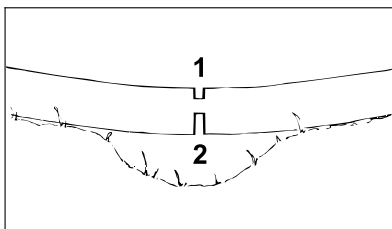
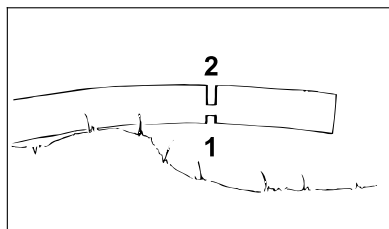

Рис. 10
Рис. 11
Обязательно соблюдать правильную последовательность резов (сначала сторона сжатия (рис. 10 и рис. 11 поз. 1), затем сторона растяжения (рис. 10 и рис. 11 поз. 2)), иначе режущую гарнитуру может заклинить или она отскочит назад: опасность получения травмы!
- Сделать компенсационный подпил со стороны действия сил сжатия(рис.10 и рис.11 поз. 1)
- Сделать подпил со стороны действия сил растяжения (рис. 10 и рис. 11 поз. 2).